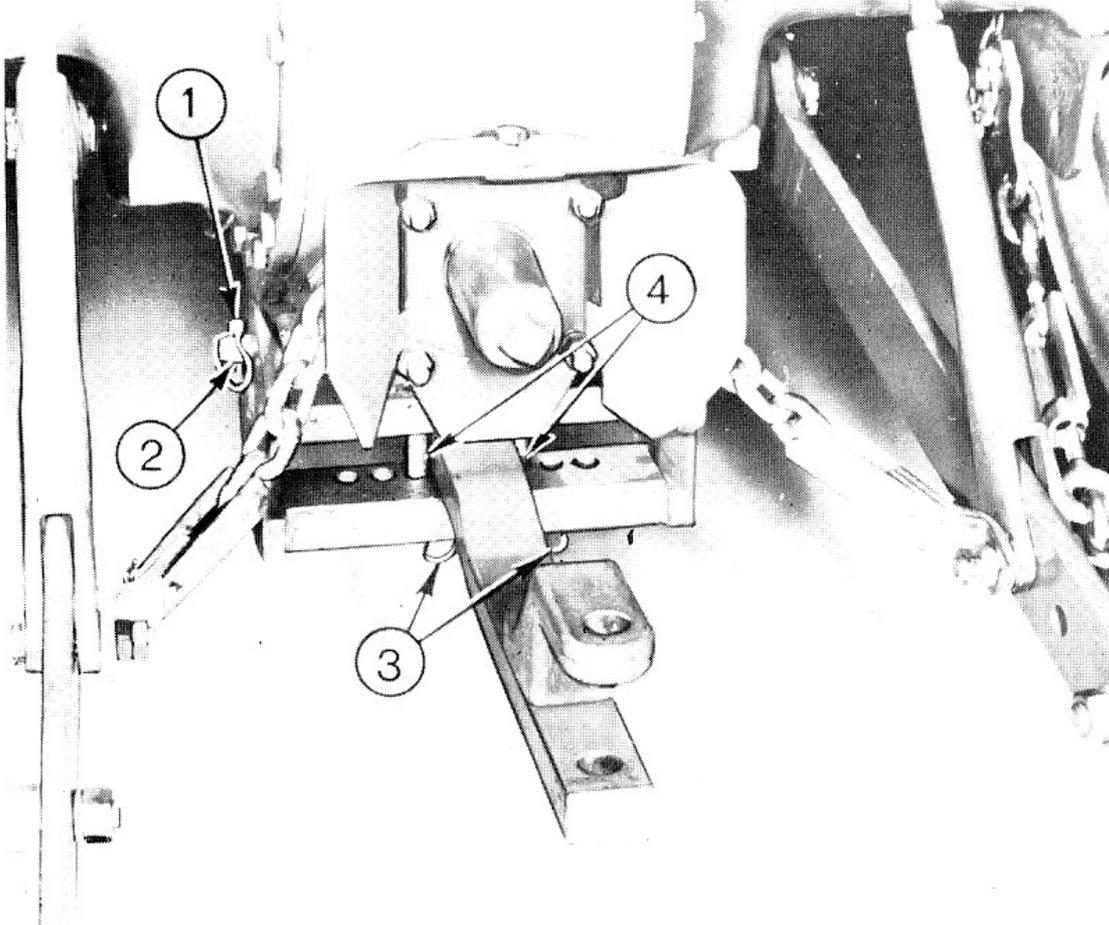
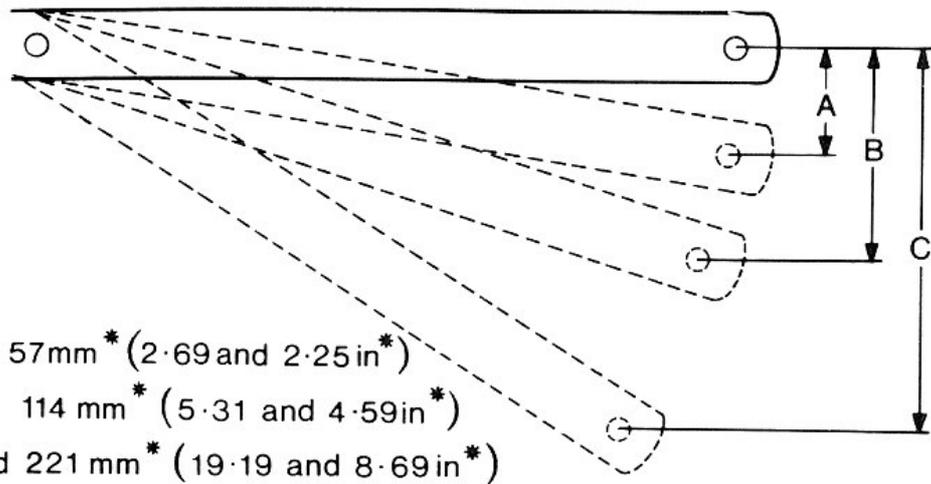

FIG. 5
FIG. 6
4. Mettre en place le joint de sélecteur sur le couvercle de relevage. S'assurer que tous les passages d'huile sont libres puis placer le tuyau vertical dans l'orifice d'admission du sélecteur (Fig. 5). Veiller à ne pas endommager le joint torique.
BARRE D'ATTELAGE OSCILLANTE (Fig. 5)
Déport: Fig. 5. Déposer la goupille (1) et retirer l'axe support arrière (2), puis retirer les épingles (3) et retirer les axes de positionnement (4). Placer la barre à la position désirée (voir Fig. 6—la position intérieure est indiquée par un *), puis remonter les axes de positionnement et les fixer avec les épingles pour immobiliser la barre à la position désirée. Relever le bâti de la barre d'attelage et le fixer avec son axe support et la goupille de fixation.